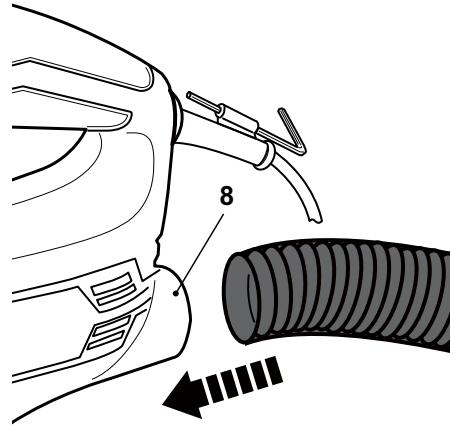

Fig. 3
Conecte um aparelho de extração de pó, p.e. aspirador apropriado, à saída de extração de pó (8) (Fig. 3).